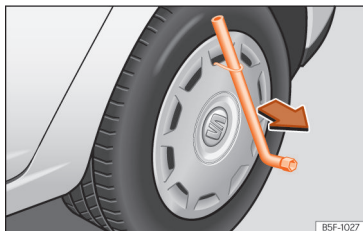

Fig. 243 Retire o tampão integral.
- Introduza a chave de roda através do gancho, apoie-a no pneu e retire o embelezador » » » Fig. 243.